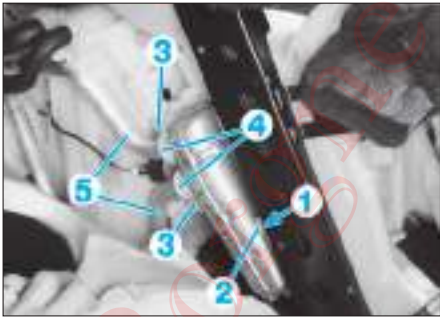

FIG. 26
- Déposer la vis (1) puis rabattre la patte (2) (**Fig.26**).
- Déposer les vis (3) et écarter les colliers (4).
- Retirer les conduites (5).